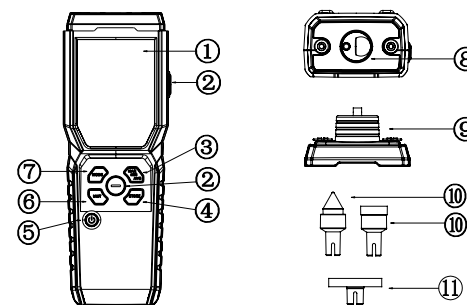

Fig. 1
V. Estructura exterior (Fig. 1)